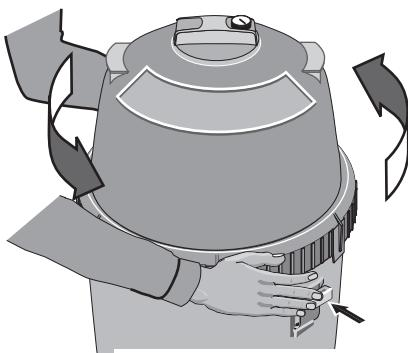

Figura 4 – Oprima el pasador de seguridad para destornillar el aro Posi-Lok™.
- Oprima el pasador de seguridad (debajo del aro) hacia el tanque para aflojarlo (consulte la Figura 4).